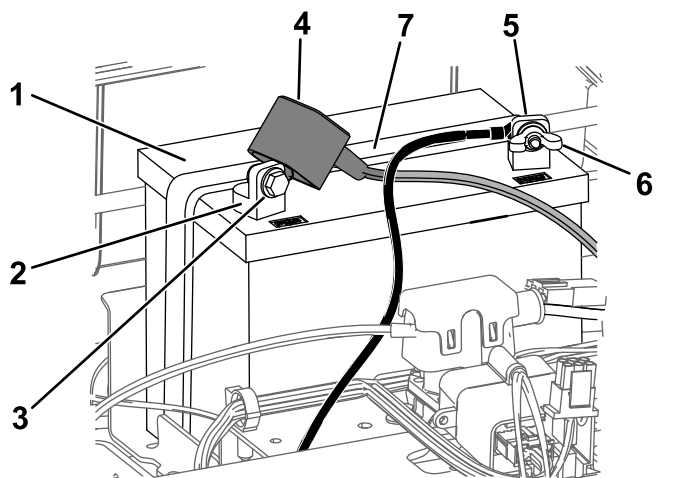

Bild 49
4. Klemmen Sie das Minuskabel (schwarz) vom Batteriepol ab (Bild 49).
6. Klemmen Sie das Pluskabel (Rot) vom Batteriepol ab (Bild 49).
7. Nehmen Sie die Batterieklemme ab (Bild 49) und heben Sie die Batterie aus dem Batteriefach heraus.
1. Setzen Sie die Batterie in das Fach (Bild 49).
5. Befestigen Sie die Batterie mit der Befestigung (Bild 49).